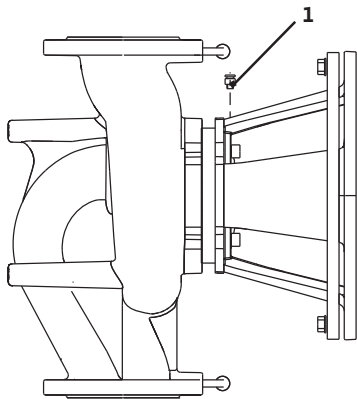

Fig. 43: Luftventil
- Luften pumpen ved å løsne luftventilene (fig. 43, pos. 1). Tørrgange ødelegger pumpens mekanisk tetning. Ikke luft differensialtrykktransmitteren (fare for ødeleggelse).